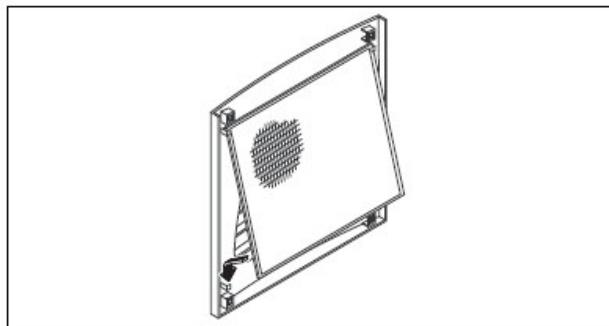

图30：安装过滤垫
- 如图30所示将过滤垫插入百叶窗格中，再将其推回到外壳上。